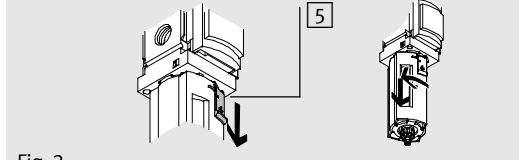

Fig. 3
- Retirer la cuve du filtre de l'appareil (→ Fig. 3).
- Rimuovere la tazza dall'unità (→ Fig. 3).